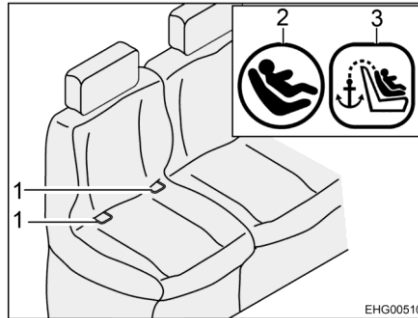
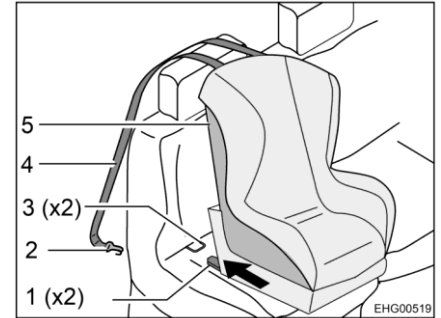

Fig. 10 Sedile con Isofix
Fig. 11 Fissaggio con Top Tether
- Innestare i braccetti di ritenuta (Fig. 11,1) nella staffa di supporto (Fig. 10,1 e Fig. 11,3). Al momento dell'innesto dovrebbe essere possibile sentire un "clic".
- Scuotere con decisione il seggiolino per bambini (Fig. 11,5) per verificare che sia ben fissato.
- Portare la cintura Top Tether (Fig. 11,4) sul poggiatesta del sedile.
- Agganciare il gancio di fissaggio (Fig. 11,2) al punto di ancoraggio sul retro del sedile del veicolo.